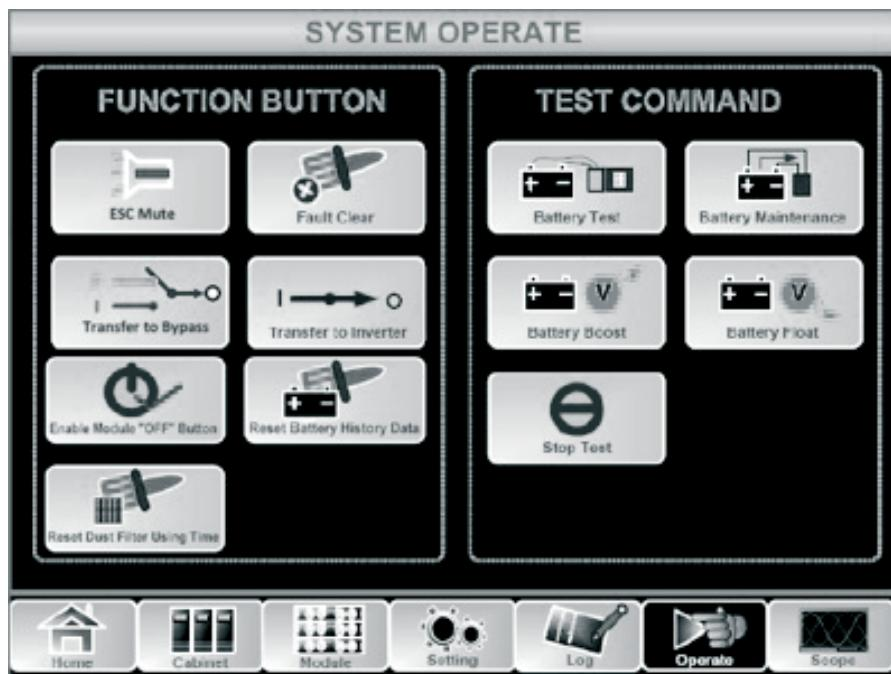

Рисунок 4-3. Обслуживание аккумуляторной батареи
1. Ручной тест разряда АКБ. Войдите в меню «Operate», изображенное на Рис. 4-3, и коснитесь значка «Battery Maintenance»  , система переключится в режим работы от батареи для разряда. Процесс разрядки прекратится, когда уровень заряда батарей достигнет 20 % или напряжение АКБ достигнет нижнего допустимого предела ($1,1^*EOD$). Пользователь может остановить тестирование, коснувшись значка «Stop Test» .